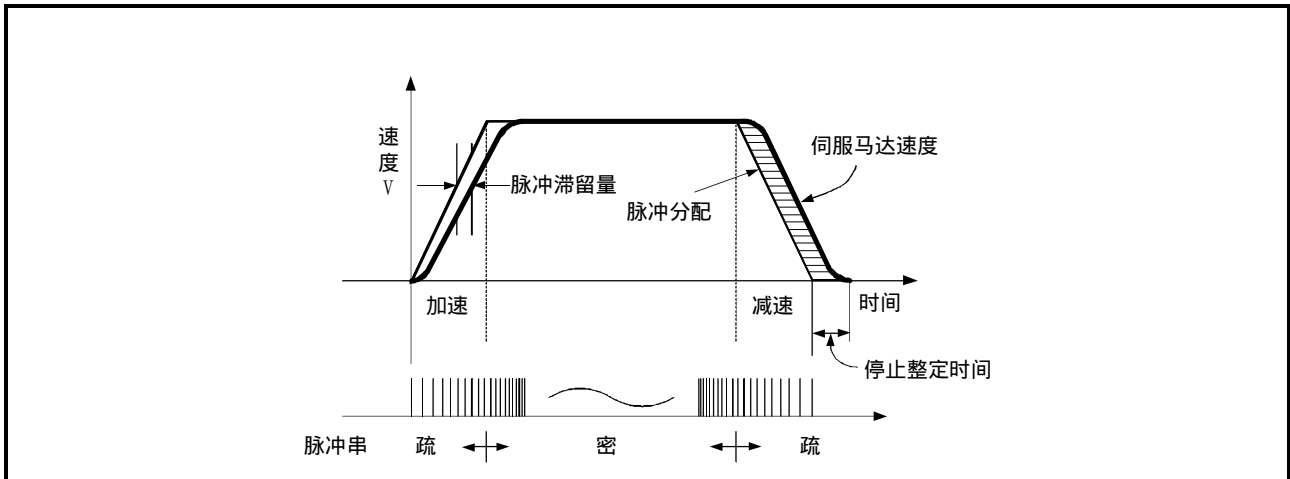

图1.3 来自于QD75的输出脉冲
- 1) QD75的输出脉冲如图1.3所示，马达加速时的脉冲串变疏，随着指令速度的趋近而逐渐变密。